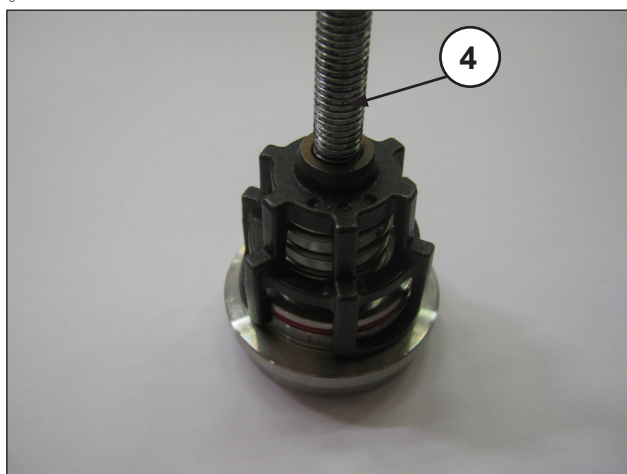

图 17
— 拆除吸油和输油阀组，拧紧一个螺丝M10，长度足以在阀板上操作，并从阀座抽出阀导承(部件号④，图 17)。